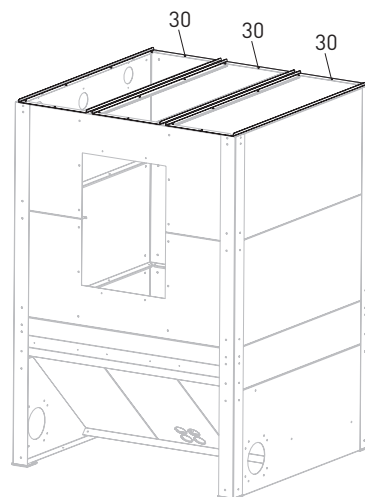

Fig.15 Montaggio degli elementi del cielo
Appoggiare i 3 elementi del cielo (30) in alto, praticare i fori con un punteruolo o un punzone (non con il trapano) e avvitare gli elementi dall'interno con **viti autofilettanti TT M6 (appuntite)**. Iniziare il montaggio dal lato posteriore, le ultime viti vengono montate davanti – Fig.15.